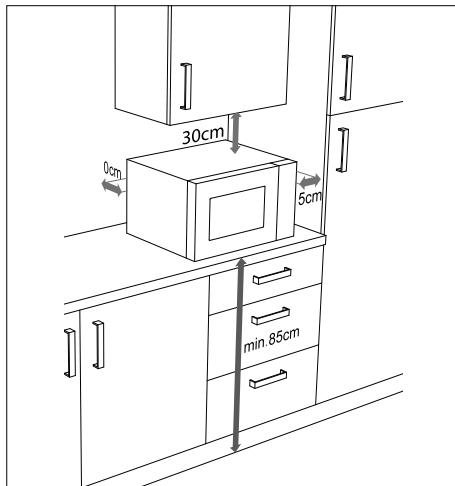

Fig. 3 – Distance entre les appareils
- ▶ Les distances illustrées dans la « Fig. 3 – Distance entre les appareils » doivent être respectées pour une ventilation suffisante. L'espace au dos de l'appareil doit toucher le mur. Il garantit la bonne distance lors de l'installation du four à micro-ondes.